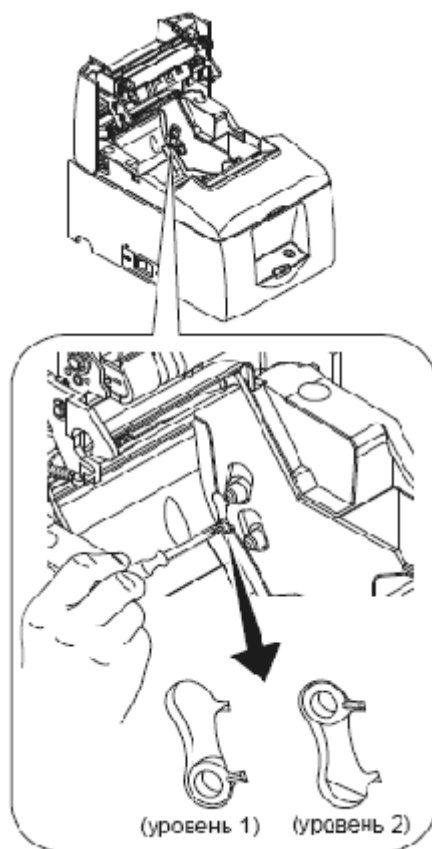

Рисунок 7.12 – Установка датчика конца ленты
7.5.4 Установить наконечник стержня авторучки или другой подобный инструмент в отверстие механизма настройки датчика, а затем перевести рычажок механизма настройки в нужное положение (Рисунок 7.12). После изменения режима настройки следует удостовериться, что расположение отверстия механизма настройки соответствует позиции, указанной стрелкой.